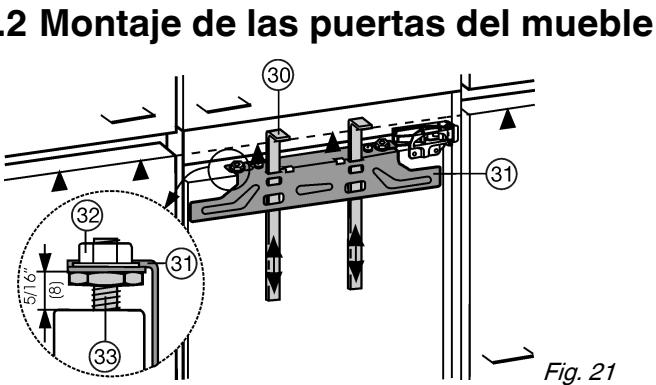

Fig. 21
Es preciso disponer de ayudas de montaje Fig. 21 (30) para montar ambas puertas. Por ello, monte las puertas del mueble de manera consecutiva.
- Desplace hacia arriba las ayudas de montaje Fig. 21 (30) a la altura de la puerta del mueble. Borde de tope inferior ▲ de la ayuda de montaje = borde superior para la puerta de mueble que va a montarse.